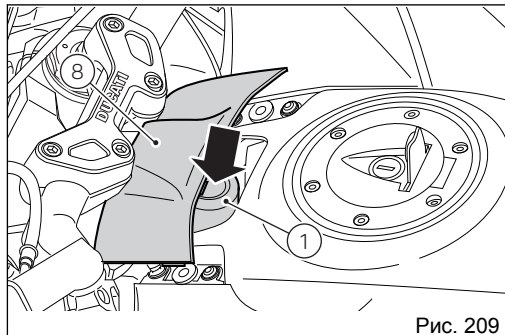
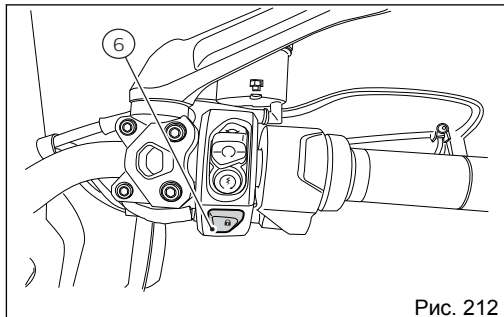

Рис. 209
Рис. 212
(Рис. 209) указывает на положение блока системы Hands Free (1) с защитной крышкой (8), а (Рис. 210) указывает на положение антенны (2) под приборной панелью (9) на уровне символа ключа.
Выключение возможно даже без ключа (3) или (4). Выключение происходит нажатием кнопки (6, Рис. 212) на руле или поворачиванием кнопки на блоке Hands free (1, Рис. 209), если скорость мотоцикла равна нулю. Если скорость иная, для выключения необходимо только нажать кнопку на блоке системы Hands free (1, Рис. 209).